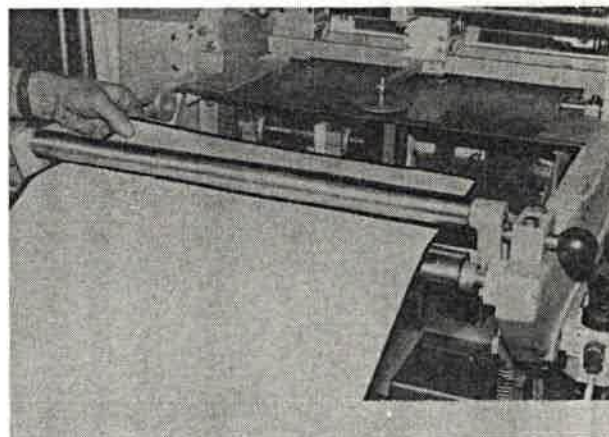

Bild 161
10. Einwickler zwischen der Pendelwalze und den Umlenkwalzen hindurchschieben (Bild 161).